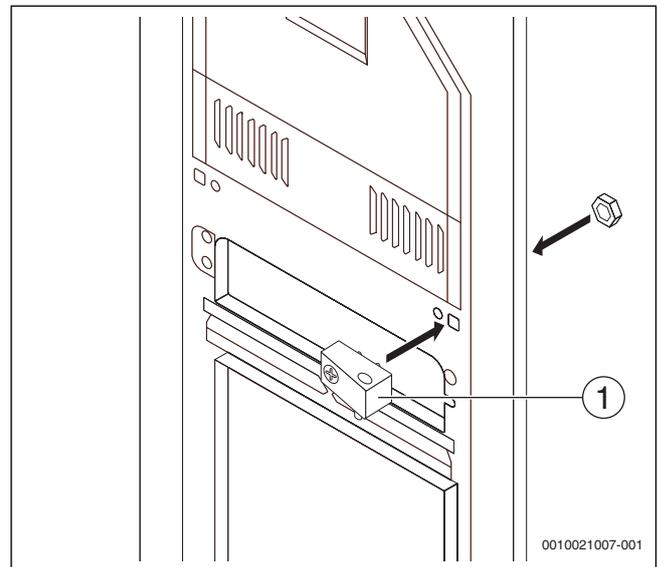

Bild 8 Haltebock anschrauben
- ▶ Haltebock mit Kerbstift (→ Bild 8, [1]) in die entsprechende Öffnung der Frontplatte einsetzen und mit Mutter von hinten anschrauben.